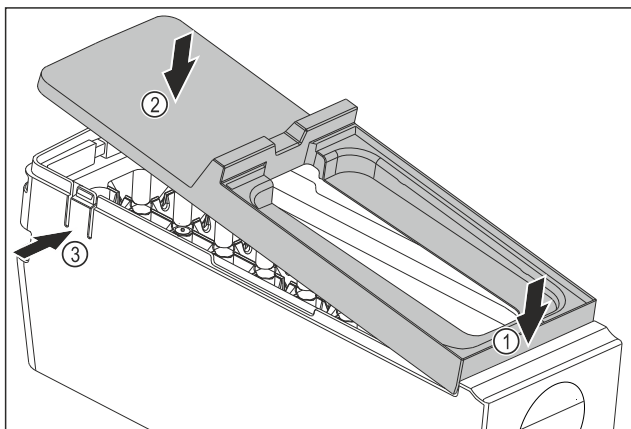

Fig. 139
- ▶ Montáž krytu korpusu EasyTwist-Ice: Kryt nasadíte vpredu. Fig. 139 (1)
- ▶ Kryt spustíte dozadu. Fig. 139 (2)
- ▷ Kryt počutelne zapadne od oboch strmeňov Fig. 139 (3).